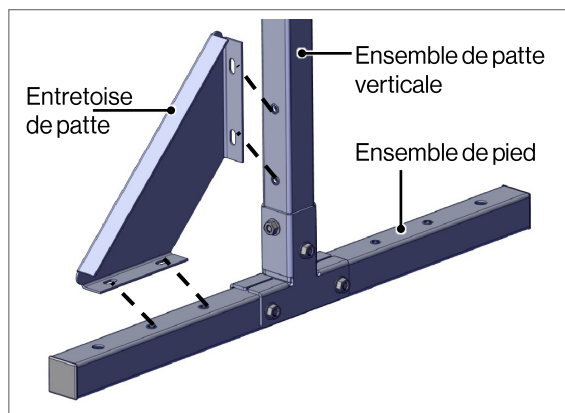

Fig. 6
- Fixez une entretoise de patte à l'ensemble de patte verticale et à l'ensemble de pied à l'aide de quatre (4) boulons hexagonaux (Fig 6). Répétez cette étape de l'autre côté.